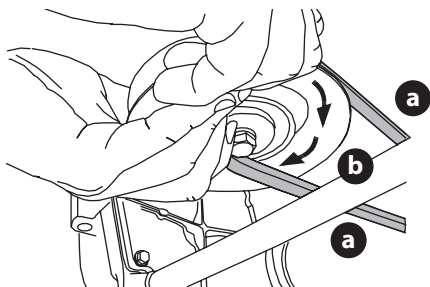

Fig. 42
- d. Tout en maintenant la courroie de la PDF (a) vers le bas, continuez à faire tourner la poulie de la PDF (b) jusqu'à ce que la courroie de la PDF (a) se déroule de la poulie de la PDF (b) (Fig. 42).
- Tirez le côté droit de la courroie de la PDF vers l'arrière, puis placez le côté en « V » étroit de la courroie de la PDF dans la poulie de la PDF (Fig. 42 à la page 106).
- Tout en tenant ensemble la courroie et la poulie de la PDF, faites tourner la poulie de la PDF vers la gauche (Fig. 42 à la page 106). Continuez à tenir et à faire tourner la poulie et la courroie de la PDF jusqu'à ce que la courroie de la PDF soit complètement enroulée dans la poulie de la PDF.